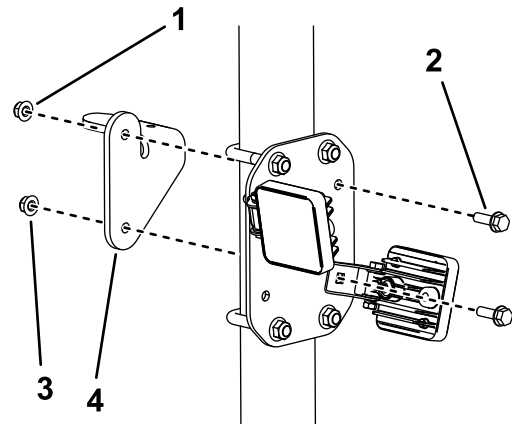

图 10
2. 如图 10 所示将警示灯安装到支架上然后安装警示灯总成。